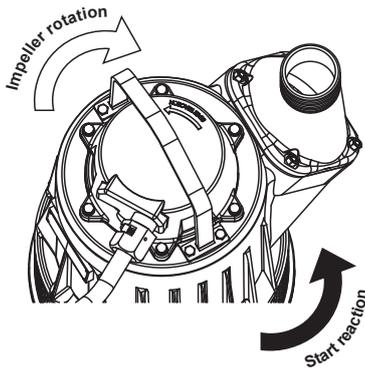

Bild 1: Drehrichtung
- Prüfen Sie die Drehrichtung. Die Pumpe sollte einen Ruck in Pfeilrichtung machen (gegen den Uhrzeigersinn). Zum Ändern der Drehrichtung tauschen Sie zwei Phasen an der Pumpe. (Bild 1)